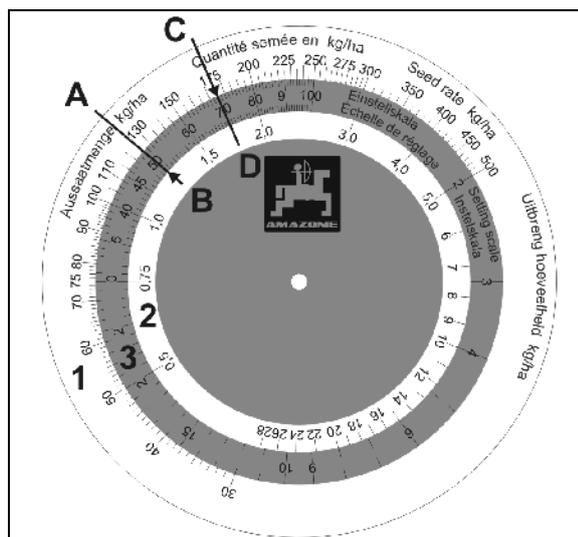

Fig. 101
El disco de cálculo consiste de tres escalas: una escala exterior blanca (Fig. 101/1) para todas las cantidades de siembra mayores que 30 kg/ha y una escala interior blanca (Fig. 101/2) para todas las cantidades de siembra menores que 30 kg/ha. Sobre la escala intermedia, de color (Fig. 101/3) están indicadas las posiciones de engranaje de 1 hasta 100.
2. Superponer la cantidad de siembra **125 kg/ha** (Fig. 101/A) y la „Posición de engrana **50**“ (Fig. 101/B) sobre el disco de cálculo.
3. Ahora lea sobre el disco de cálculo la posición de engranaje para la cantidad de siembra deseada de **175 kg/ha** (Fig. 101/C). En nuestro ejemplo ello es la „Posición de engranaje **70**“ (Fig. 101/D).